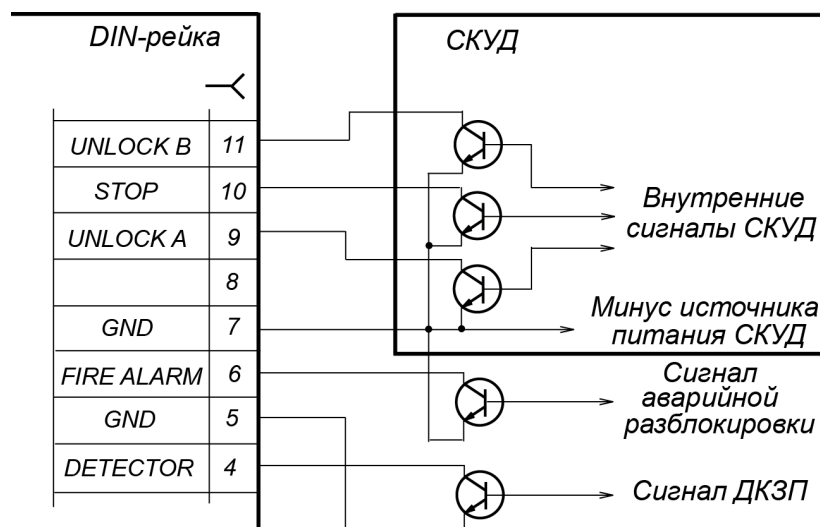

Рисунок 7. Управляющие элементы: схема с открытыми коллекторными выходами
- управляющий элемент – схема с открытым коллекторным выходом (рис. 7):
На клемму 24 Det Out DIN-рейки относительно клеммы 20 Common (см. рис. 25) всегда транслируется сигнал о текущем состоянии ДКЗП. (см. также рис. 7).